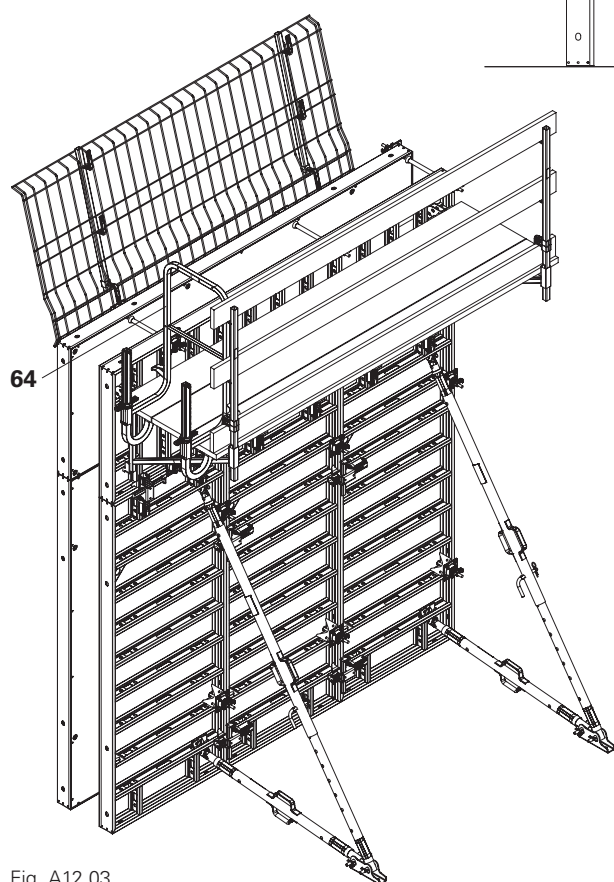

Fig. A12.03
6. Applicare la protezione laterale, per esempio il parapetto 55 (64). (Fig. A12.03)